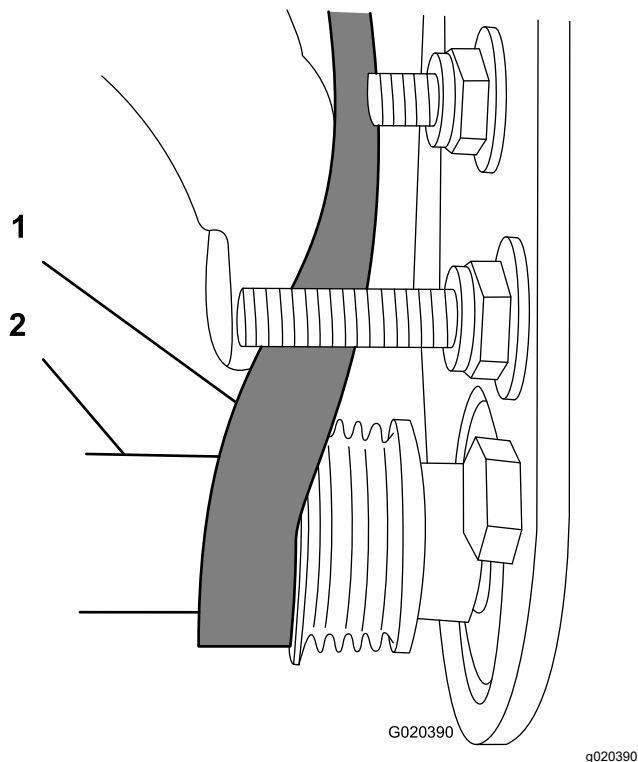

Figura 14
3. Utilize uma chave de caixa profunda de 9/16 pol. para rodar o conjunto da escova e orientar a correia para a polia acionada (Figura 14).